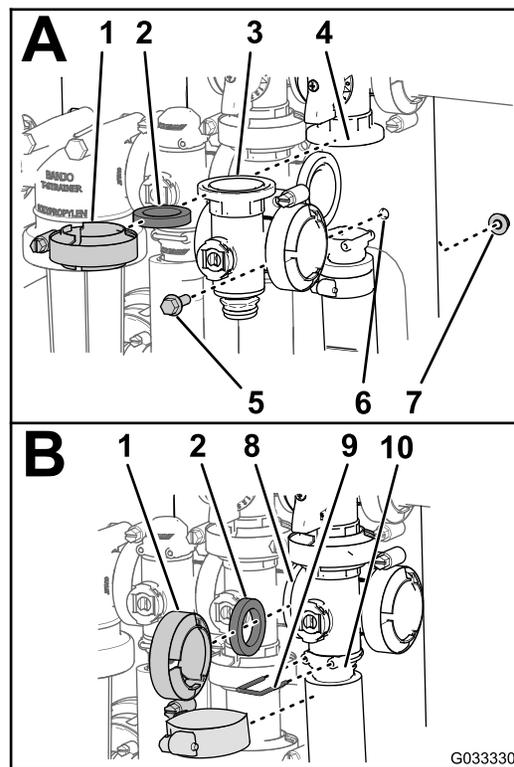

Figura 83
1. Alinee la brida del distribuidor de la válvula de sección principal, una junta y la brida de la válvula de desvío de sección principal (Figura 83 A).
2. Monte el distribuidor de la válvula de sección principal, la junta y la válvula de desvío de sección principal con una abrazadera apretada a mano (Figura 83 A).
3. Alinee la brida del distribuidor de la válvula de sección principal, una junta y el distribuidor de la válvula de agitación (Figura 83 B).
4. Monte el distribuidor de la válvula de sección principal, la junta y el distribuidor de la válvula de agitación con una abrazadera apretada a mano (Figura 83 B).
5. Alinee la brida del distribuidor de la válvula de sección principal, una junta y el alojamiento de la válvula de sección principal (Figura 83 B).
6. Monte el distribuidor de la válvula de sección principal y el alojamiento con una abrazadera apretada a mano (Figura 83 B).
de sujeción en el acoplamiento de salida (Figura 83 B).